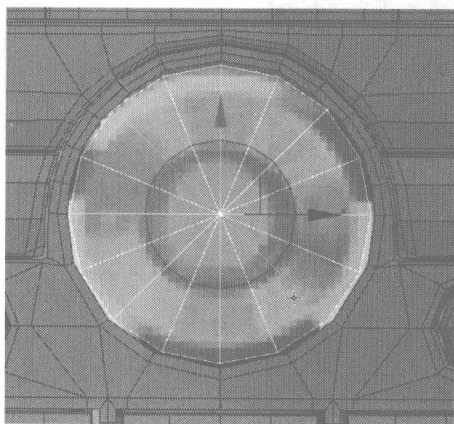
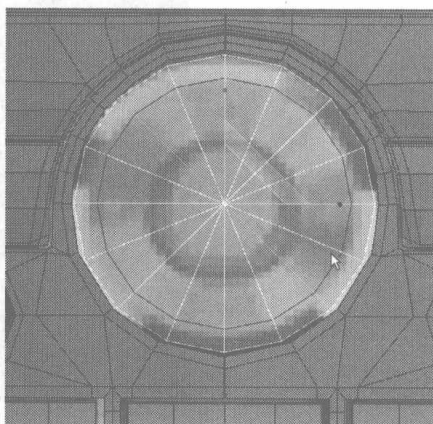

图 4.591
图 4.592
- 48** 在 Modify 控制面板中切换为边线编辑，选择如图 4.591 所示的边线，用缩放工具将其同比例放大，如图 4.592 所示。